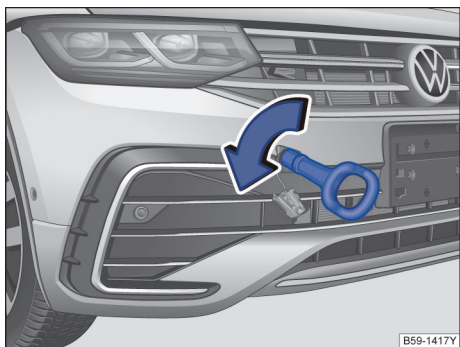

图 219 在保险杠的右前部：安装牵引环
- 将牵引环朝箭头方向拧入螺纹孔内，直到限位位置→图 219。